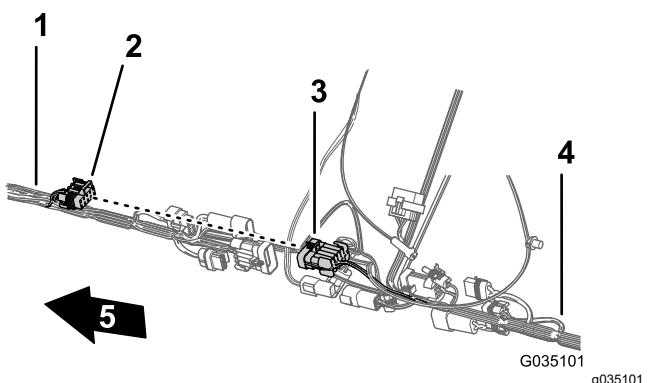

図 73
2. 散水ハーネス相互接続用のフロントハーネスの10ソケットコネクタを、散水ハーネス相互接続用のリアハーネスの10ピンコネクタに接続する(図 73)。